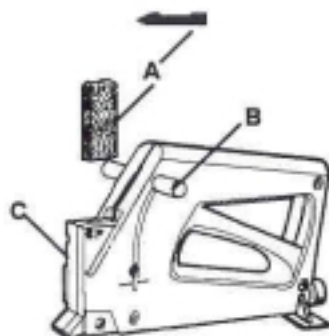

Figure 1
1. Pour introduire une pile de pointes pour encadreur (A), tirez les boutons de l'arrêt de gachette (B) vers le haut et faites-les pivoter en position verrouillée. Figures 1 et 2.